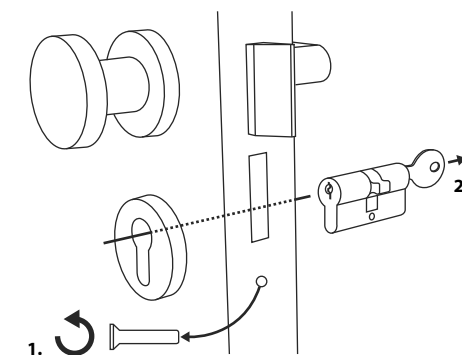

Fig. 1
① Retire el cilindro de la cerradura presente aflojando el tornillo de sujeción de la puerta y extrayendo el cilindro con la llave introducida (Fig. 1).